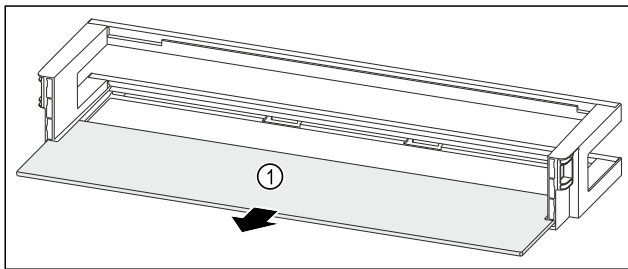

Fig. 84 Estantes en la contrapuerta con estante
- Retire el estante Fig. 84 (1).